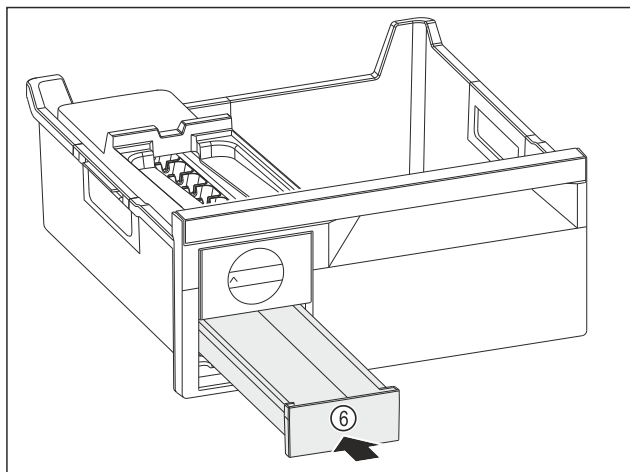

Fig. 84
- ▶ Inșerați sertarul pentru cuburi de gheață Fig. 84 (6).